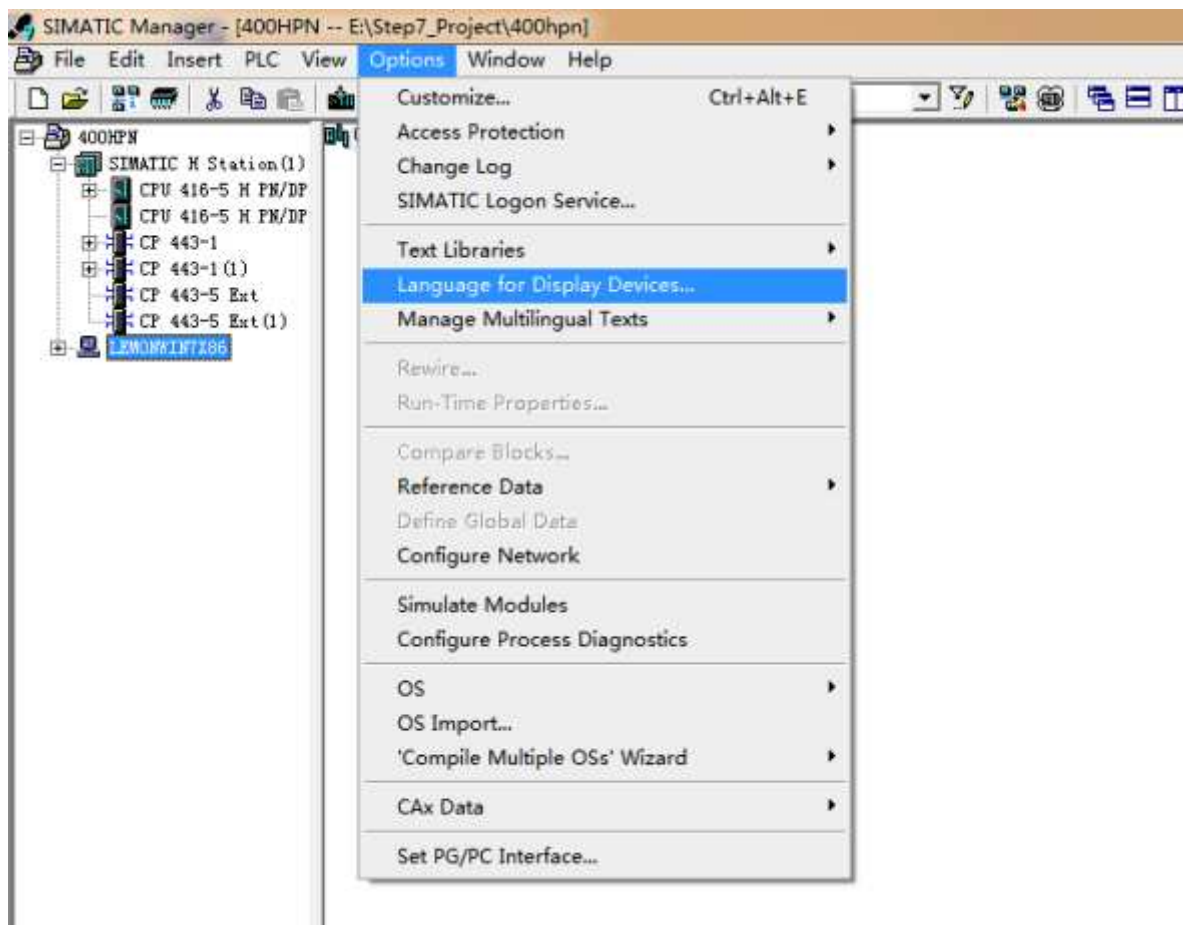

图9
(A) 因为本例中实用的STEP7是欧洲版，需要更改显示设备语言，选择Options-Language for Display Devices...，如图9所示。